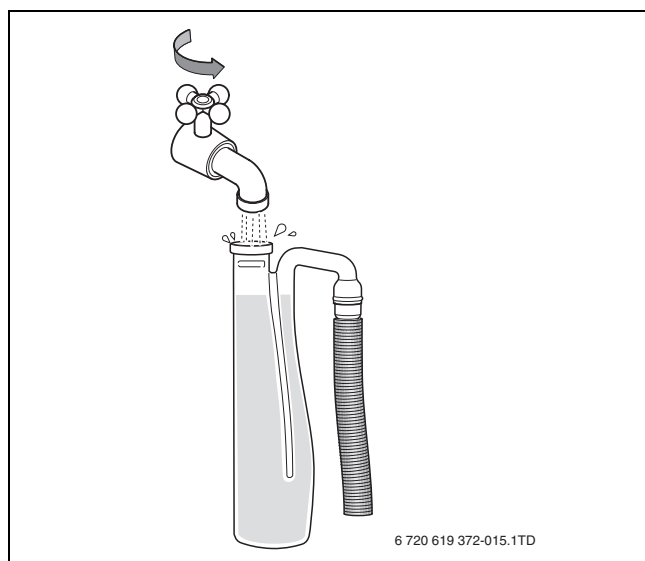

Fig. 24 Riempire d'acqua il sifone
- Riempire il sifone (fornito in dotazione alla caldaia) con acqua (→ fig. 24).